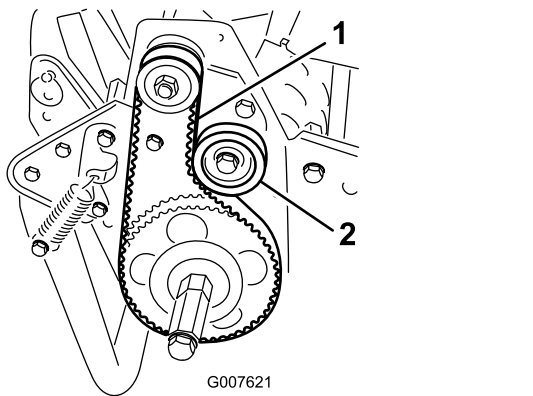

**図 43**
- ベルトカバー取り付けねじを外してカバーを取り、ベルトを露出させる **図 43**。